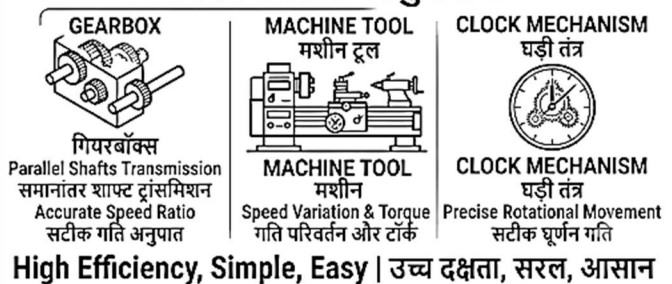

Fig.5.7: Elements and Applications of Spur Gear | स्पर गियर के अवयव एवं अनुप्रयोग
5.7.1 Introduction to Spur Gear (Fig.5.7)
5.7.1 स्पर गियर का परिचय (Fig.5.7)